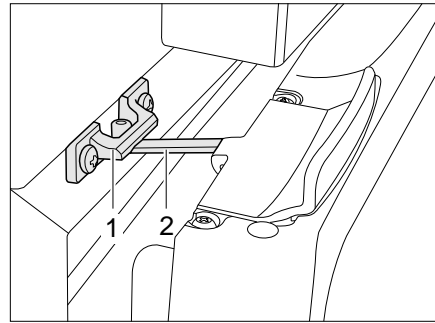

Bild 148 Kühlschranktür in Lüftungsstellung (Thetford)
■ Verriegelung (Bild 148,2) aufklappen und in der Verriegelungsaufnahme (Bild 148,1) einrasten. Die Kühlschranktür bleibt damit leicht geöffnet.